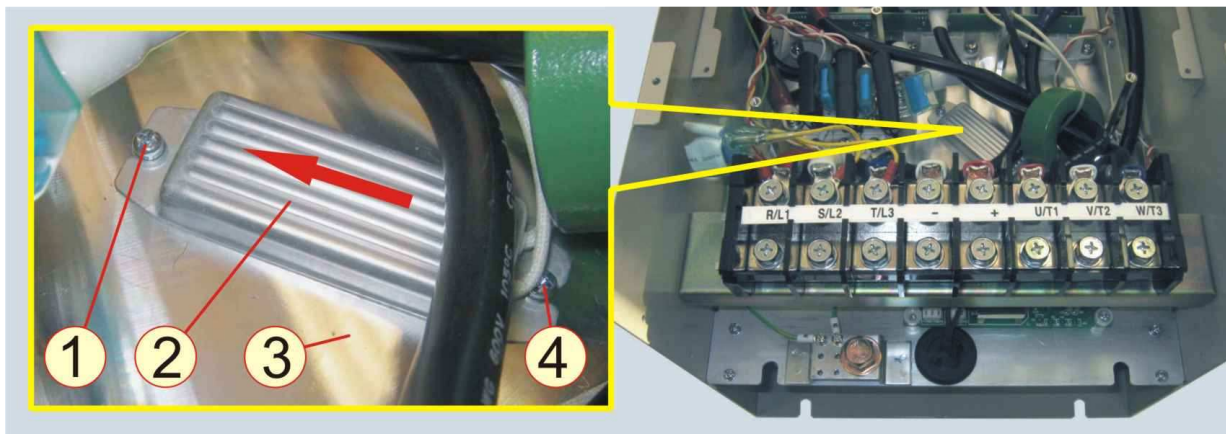

Рисунок 7.17
7.8.1 Взять резистор 2, установить на радиатор 3, ввести вырез на основании резистора под плоскую шайбу на винте 1 (рисунок 7.17).
7.8.2 Вкрутить винт 4, затянуть винт 1 (рисунок 7.17).